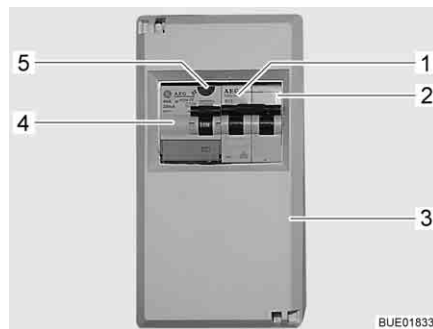

Fig. 154 Coffret de fusibles 230 V avec disjoncteur de protection de circuit et disjoncteur FI
Un disjoncteur différentiel (disjoncteur FI) (Fig. 154,4) dans le coffret de fusibles (Fig. 154,3) protège tout le véhicule contre le courant différentiel (0,03 A). Le disjoncteur de protection de circuit connecté en aval (10 A) (Fig. 154,2) protège les prises de courant de 230 V, l'appareil d'alimentation électrique, le chargeur supplémentaire et le réfrigérateur.
Sur les véhicules possédant un équipement particulier tel que la climatisation, un disjoncteur de protection de circuit supplémentaire (16 A) (Fig. 154,1) protège l'appareil.
- Lorsque le véhicule est raccordé à l'alimentation 230 V, appuyer sur la touche de contrôle (Fig. 154,5). Le disjoncteur différentiel (FI) doit se déclencher.